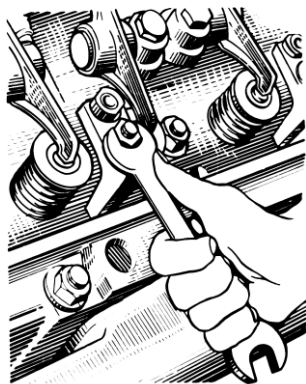
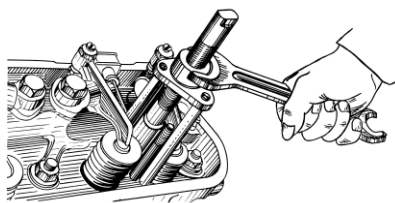

Рис. 81. Отвертывание гайки скобы крепления форсунки
Рис. 82. Снятие форсунки
4. Отвернуть гайки скоб крепления форсунок (рис. 81), снять форсунки (рис. 82), предохраняя распылитель от ударов и засорения отверстий.